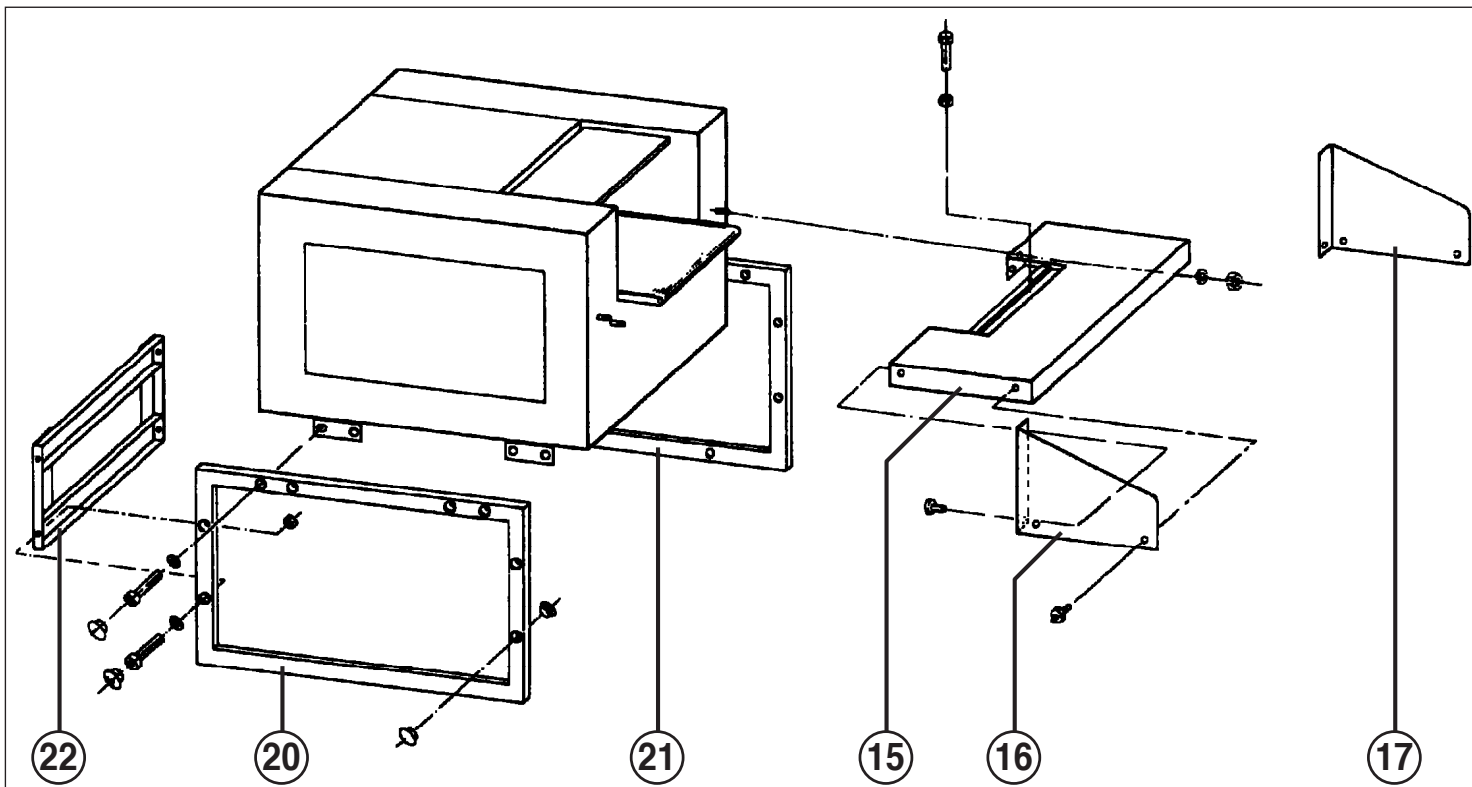

Fig. 1
- 15 = Mesa (fig. 1)
- 16 = Ângulo de protecção à esquerda (fig. 1)
- 17 = Ângulo de protecção à direita (fig. 1)
- 20 = Quadro à esquerda (fig. 1)
- 21 = Quadro à direita (fig. 1)
- 22 = Chapa intermediária (fig. 1)
SUPOORTE DE BASE (fig. 1 e 2):
MONTAGEM DA MESA (15) (fig. 1):
4. Conduzir o cabo de corrente da ripa de emergência-desligação (14) pela luva em frente na parte lateral e esquerda da caixa e pela união roscada de cabos em baixo, na caixa de distribuição para dentro da caixa de distribuição, e ligar ali a perna azul ao borne 20 e a perna castanha ao borne 19.
ÂNGULOS DE PROTECÇÃO (fig. 1):